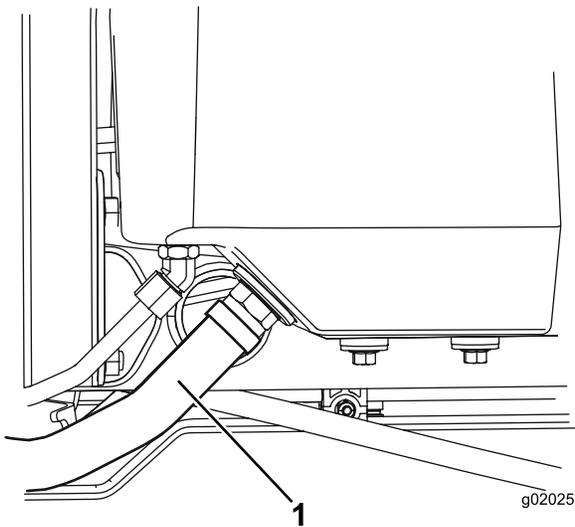

Рисунок 92
2. Отсоедините большой гидравлический шланг (Рисунок 92) от бака и дайте гидравлической жидкости стечь в сливной поддон.